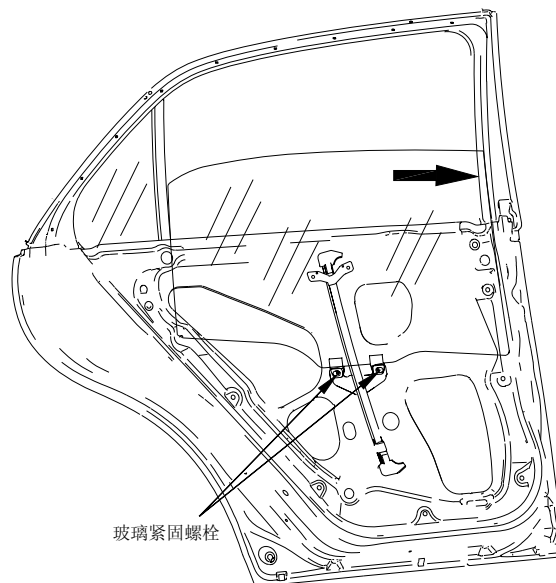

图 2 后门玻璃调整示意图
- 3、 如图 2，上下升降玻璃至能看到紧固螺栓，并将玻璃紧固螺栓松动。